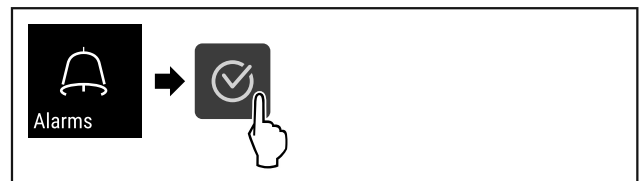

Fig. 125
- ▶ Εκτελέστε τα βήματα ενεργειών (βλέπε Fig. 125).